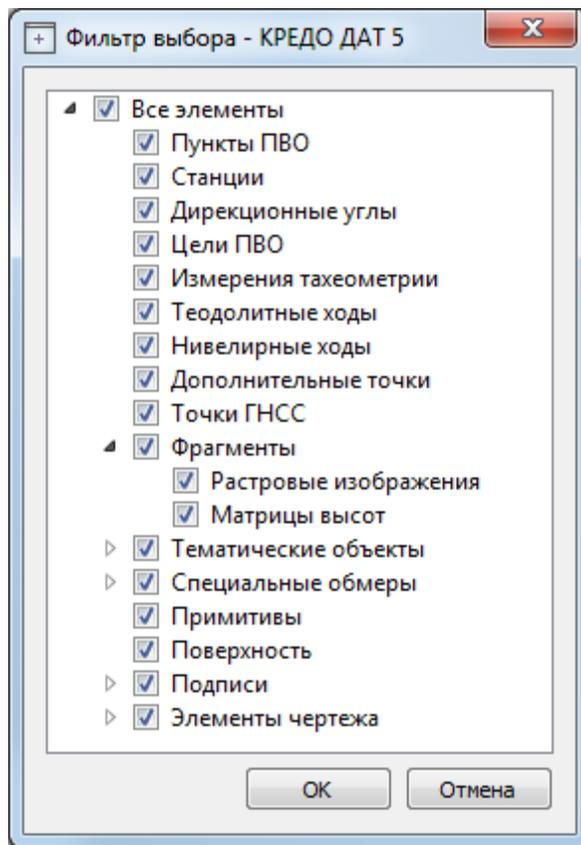

Рисунок 7.4
• При нажатии на кнопку **Фильтр выбора**  вызывается диалог **Фильтр выбора** (см. рис. 7.4). Аналогичный диалог вызывается командой **Изменить текущий фильтр** из списка.